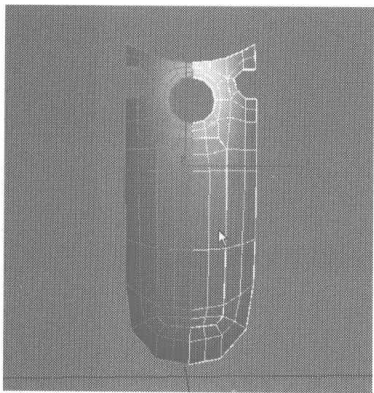

图 3.123
- 31** 继续选择右侧的物体,如图 3.123 所示,在 Modify 控制面板下面单击 按钮,取消唯一化,再单击右键,在弹出的快捷菜单中选择 Attach 命令,然后选择视图中另一半面片物体将其合并。